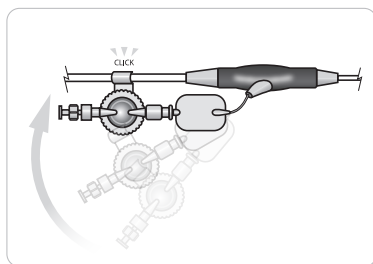

Figure 3.5
6. Enclenchez le clip de purge (situé sur le réservoir de pression du bras latéral transparent) sur le câble de connexion (voir Figure 3.5).